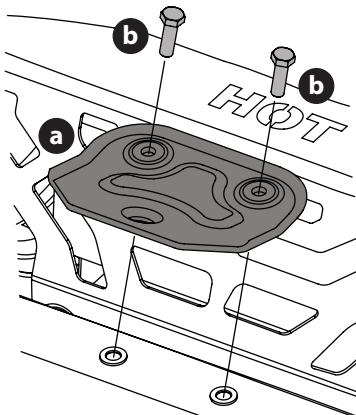

Figura 3
1. Ubique el enganche (a) e instálelo en la parte trasera del bastidor con los dos tornillos de arandela hexagonal (b) proporcionados (Figura 3).